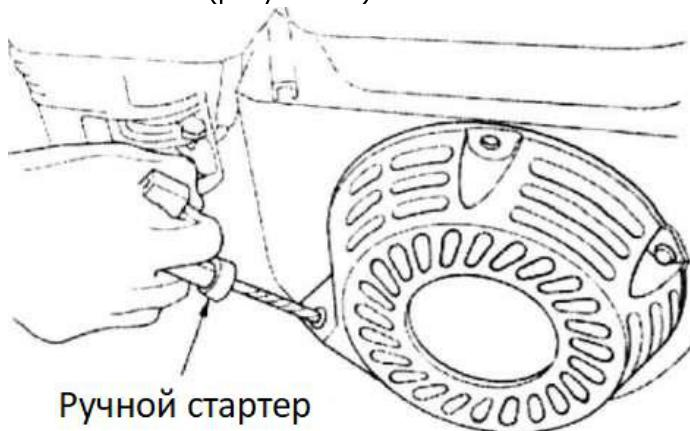

Рисунок 15
- 6.5 Немного потяните за шнур запуска, пока не почувствуете сопротивление, а затем сделайте резкий рывок (рисунок 15)